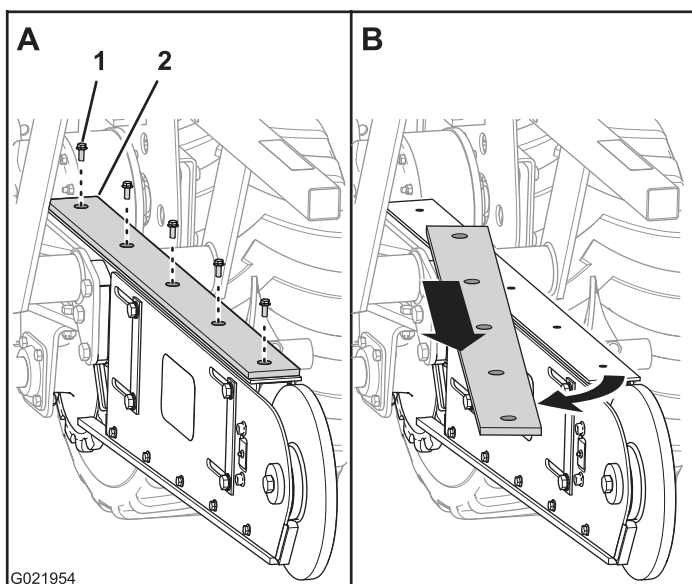

Figura 39
3. Retire los 5 pernos que sujetan la tira de desgaste a la parte superior de la espada (Figura 39).
4. Retire la tira de desgaste (Figura 39).
7. Alinee los taladros de la tira de desgaste nueva con los taladros de la parte superior de la espada (Figura 39).
8. Sujete la tira de desgaste a la parte superior de la espada usando los pernos que retiró anteriormente (Figura 39).